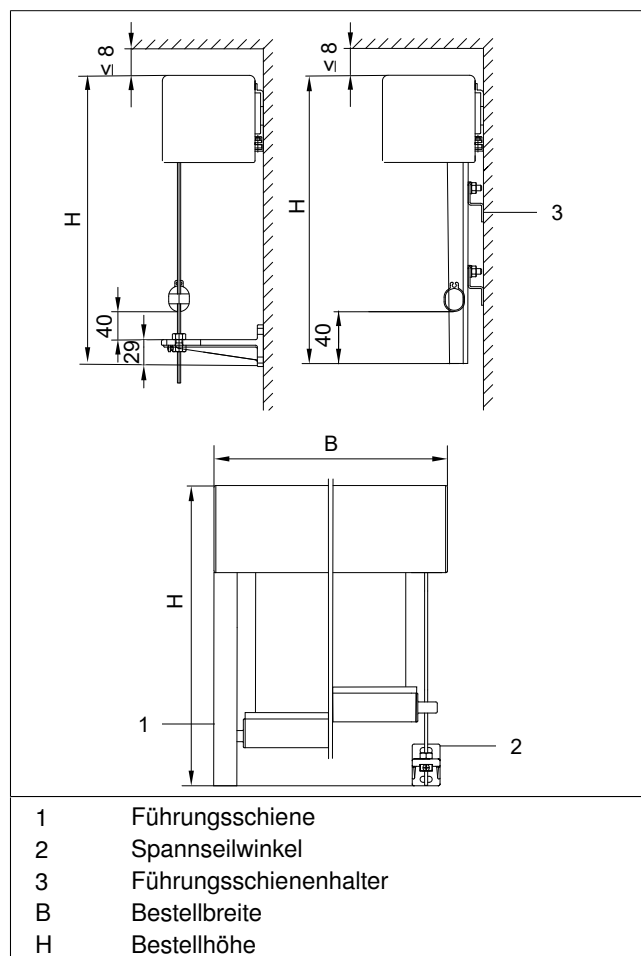

Abb. 2: Maßskizze Basis-Markise (alle Angaben in mm)
<ul style="list-style-type: none"> Position der Träger auf den Montageuntergrund übertragen (siehe Abb. 2/Seite 5)! Auf Höhengleichheit achten. Träger an der Markierung senkrecht und waagrecht ausgerichtet halten! Bohrbild der Konsolen übertragen! Befestigungslöcher bohren!
- Position der Führungsschienenhalter auf den Montageuntergrund übertragen (siehe Abb. 2/Seite 5)!